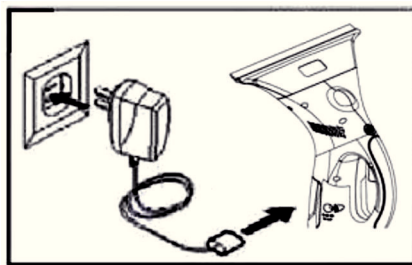

рис.4
-для зарядки необходимо подключить провод блока питания зарядного устройства к разъёму в нижней части корпуса стеклоочистителя, а затем подключить блок питания в розетку электрического тока (рис.4).